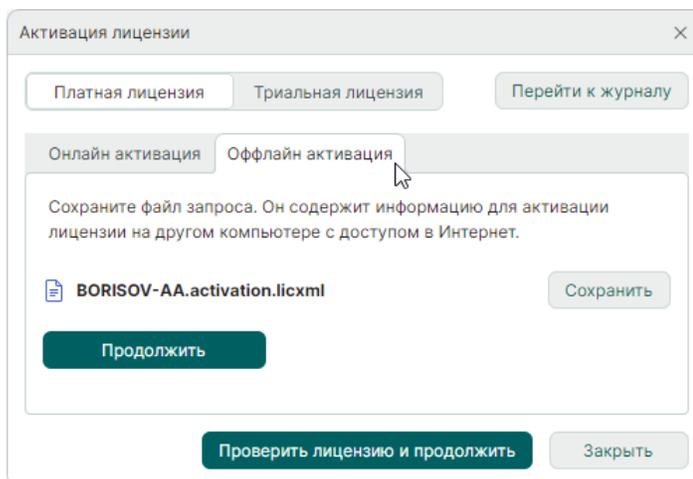

Рис. 17 Окно «Лицензия не найдена»
1. В окне «Активация лицензии» перейдите на вкладку «Оффлайн активация», см. Рис. 17.